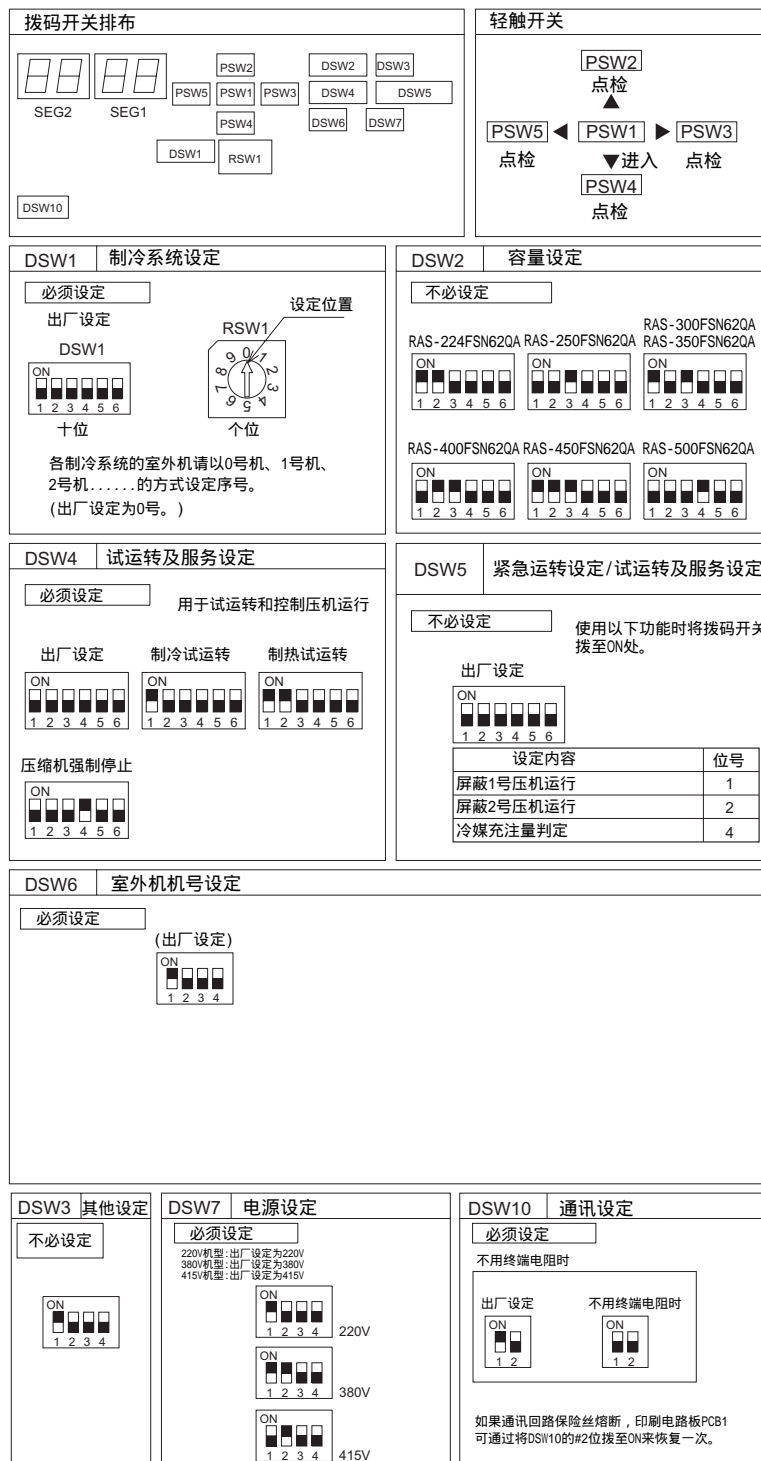

图7.2 拨码设定
- (3) 如图7.2和图7.3所示，在室内机和室外机之间连接通讯线。
- (4) 在同一冷媒系统的机器间连接通讯线。(在室内机的冷媒管与室外机相连的情况下，连接通讯线到相同的室内机。)连接冷媒管和通讯线到不同的冷媒循环系统会引起系统故障。
- (5) 通讯线使用2芯电线例如带屏蔽层的双绞线。
符号"■"表示拨码开关所在位置。请参照图7.2设定拨码开关。